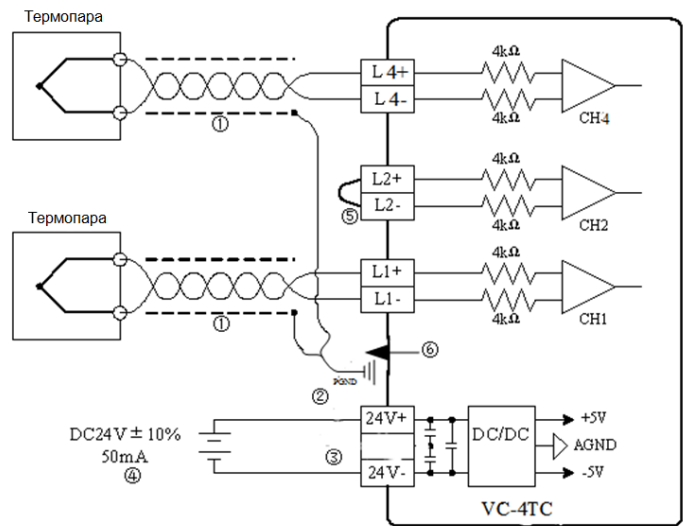

Рисунок 1-5. Электрическая схема подключения модуля VC-4TCO
Электрические подключения модуля должны быть выполнены в соответствии со схемой на рис. 1-5.
Цифрами ①–⑥ на схеме отмечены основные правила, которые необходимо соблюдать при проведении монтажа в соответствии с электрической схемой на рис. 1-5.
① Датчик термопары рекомендуется подсоединять с использованием экранированного кабеля. Данный кабель прокладывается на безопасном расстоянии от силовых проводов и других кабелей, которые могут быть причиной возникновения электромагнитных помех. Использование длинных компенсационных кабелей сопровождается шумовыми помехами, поэтому рекомендуется использовать компенсационные кабели длиной менее 100 метров. Погрешность измерения из-за собственного сопротивления проводников кабеля измерительного канала устраняется настройкой его характеристики как указано в разделе 3 «Настройка характеристик измерительных каналов» в настоящем руководстве.
② При возникновении значительных электрических помех необходимо подсоединить экран кабеля к клемме заземления.
③ При использовании внешнего импульсного источника питания следует надлежащим образом заземлить его клемму PE.
④ Питание для источника питания модуля может подаваться от выхода 24 В постоянного тока контроллера или от другого источника, соответствующего требованиям.
⑤ Неиспользуемые положительные и отрицательные клеммы измерительного канала необходимо замыкать накоротко во избежание появления ложных данных на этом канале.
⑥ Если необходимо подключить экраны всех термопар к заземлению, клемму заземления можно расширить, используя дополнительные клеммы.